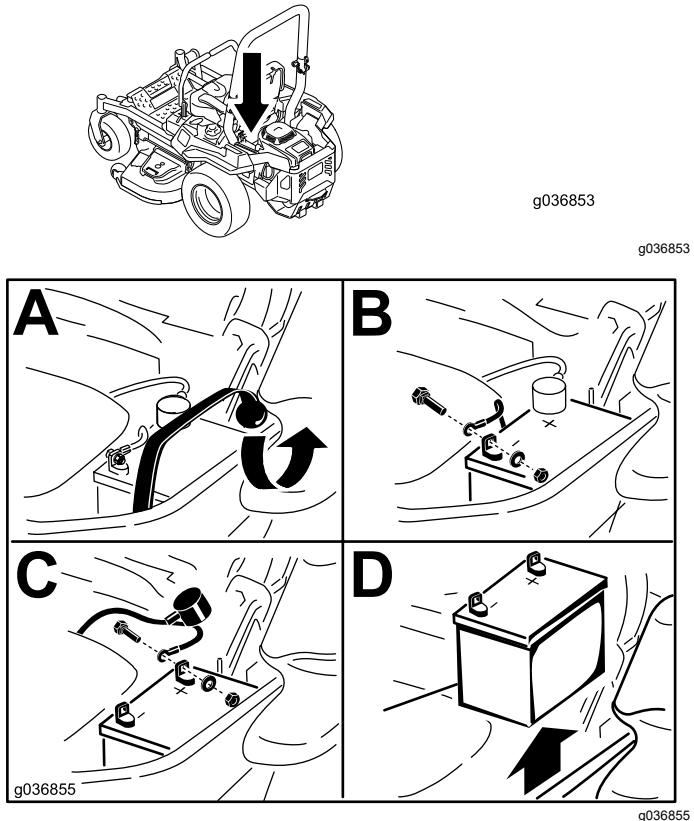

Figura 69
3. Retire la batería, según se muestra en Figura 69.
- Coloque la batería en la bandeja, con los bornes frente al depósito de aceite hidráulico (Figura 69).
- Fije los cables con 2 pernos, 2 arandelas, y 2 contratuerca (Figura 69).
- Fije la batería con la correa de goma (Figura 69).